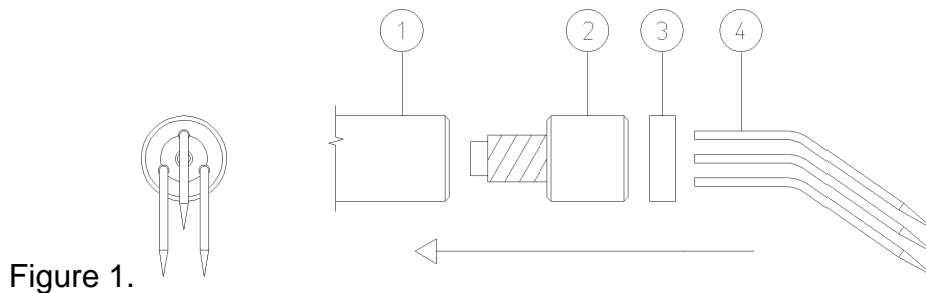

Figure 1.
5.2.3. Option électrode avec tête à griffe (voir figure 1)